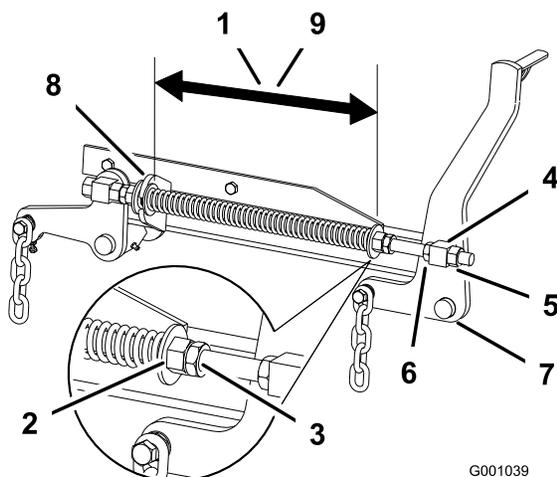

Figura 83
polegadas e 26,7 cm para plataformas de cortador de 60 polegadas (Figura 83).
3. Ajuste esta distância desapertando a porca de segurança da mola e rodando a porca em frente de cada mola (Figura 83). Rodar a porca no sentido dos ponteiros do relógio encurta a mola; no sentido contrário ao dos ponteiros do relógio estica a mola.
4. Bloqueie a porca na posição apertando a porca de segurança da mola (Figura 83).